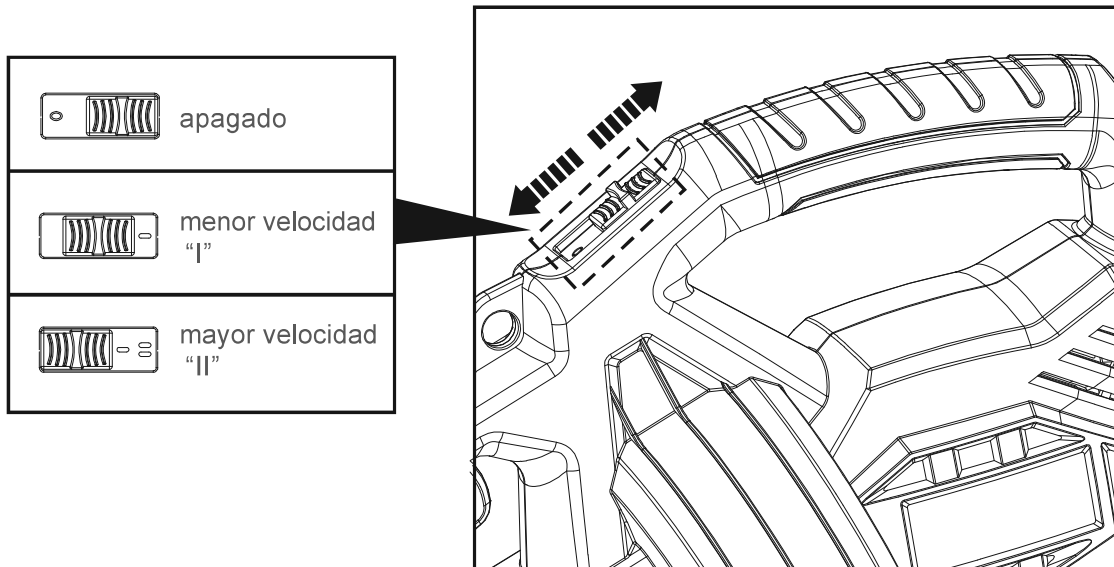

Fig. 9
1. Deslice el interruptor de encendido/apagado (6) hacia delante (desde la perspectiva del operador) para ver la marca "I", así el producto se enciende a una velocidad inferior (Fig. 9).
2. Deslice el interruptor de encendido/apagado (6) hacia delante (desde la perspectiva del operador) para ver la marca "II", así el producto se enciende a una velocidad más alta.
3. Deslice el interruptor de encendido/apagado (6) hacia atrás (visto desde la perspectiva del operario) para ver la marca "O" y así apagar el producto.